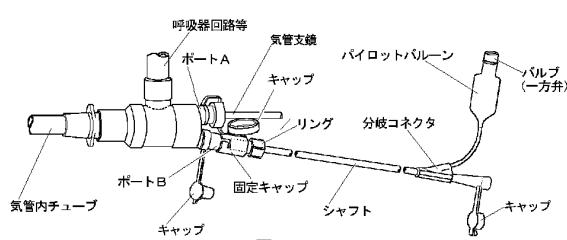

図3.
- ⑥気管支鏡下で、ブロッカーチューブのカフが気管内チューブ先端より突出するまで挿入した後、ブロッカーチューブの先端を、挿入を目的とする気管支側に向ける(ブロッカーチューブを回転させる)こと。
- ⑦ブロッカーチューブを目的とする気管支の位置まで挿入した後、末端部のスタイルットを慎重に抜去し、廃棄すること。
- ⑧気管支鏡により、ブロッカーチューブ先端(カフ)の位置が変わっていないことを確認した後、カフ内に適正量の空気を注入し、気管支をブロックすること。
- ⑨カフ膨張後、ポートBの突起に固定キャップのスリットを入れ込みながら、右に回して装着(ロック)し、さらに固定キャップのリングを右に回して、ブロッカーチューブをシーベルコネクタに固定すること。(図3参照)